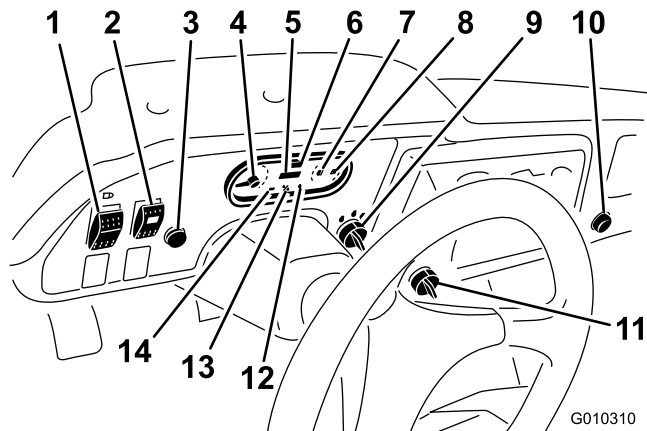
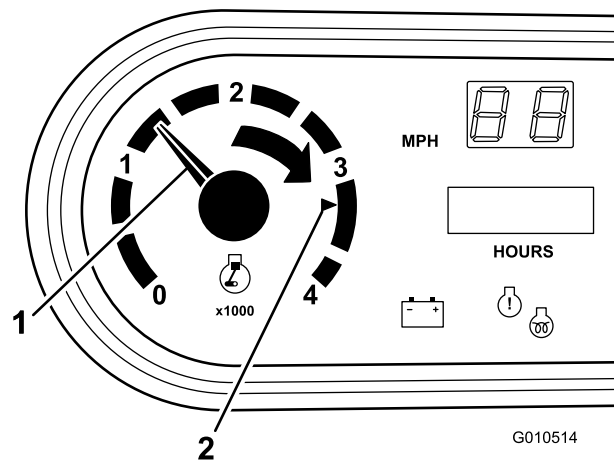

Рисунок 8
Рисунок 9
Используйте выключатель зажигания (Рисунок 8) для запуска и останова двигателя. Он имеет три положения: «ВЫКЛ.» (OFF), «Вкл.» (ON) и «ПУСК» (START). Для включения электродвигателя стартера поверните ключ в положение ЗАПУСК. Когда двигатель заведется, отпустите ключ. Ключ автоматически вернется в положение Вкл. Чтобы заглушить двигатель, поверните ключ против часовой стрелки в положение ВЫКЛ.
Счетчик моточасов показывает полную наработку машины в часах. Счетчик моточасов (Рисунок 8) начинает действовать, как только ключ запуска двигателя поворачивается в положение «Вкл.» или при работе двигателя.
Переведите переключатель ограничителя скорости (Рисунок 8) в положение «МЕДЛЕННО» (SLOW) и извлеките ключ. Этот переключатель ограничивает частоту вращения двигателя значением 2200 об/мин, когда машина находится на третьей передаче высокого диапазона, который ограничивает скорость движения значением 21 км/ч.
Нажмите на выключатель освещения (Рисунок 8) для включения или выключения фар.
Предупреждающий индикатор давления масла (Рисунок 8) загорается, если при работающем двигателе давление масла падает ниже безопасного уровня. Если индикатор мигает или горит постоянно, остановите машину, заглушите двигатель и проверьте уровень масла. Если уровень масла низкий, но долив масла не приводит к отключению лампы при повторном запуске двигателя, немедленно заглушите двигатель и обратитесь за помощью к местному дистрибьютору компании Того.
Индикатор запальной свечи (Рисунок 8) загорается красным светом, когда включаются запальные свечи.
Регистрирует температуру охлаждающей жидкости в двигателе. Работает только тогда, когда выключатель зажигания находится в положении «ВКЛ.» (ON) (Рисунок 8). Если двигатель перегрет, то предупреждающий индикатор горит мигающим красным светом.
Загорается, когда аккумуляторная батарея разряжается. Если этот индикатор горит во время работы двигателя, остановите автомобиль, заглушите двигатель и проверьте возможные причины, например, ремень генератора (Рисунок 8).
Указатель топлива показывает количество топлива в баке. Он работает только тогда, когда выключатель зажигания находится в положении «ВКЛ.» (ON) (Рисунок 8). Красный цвет указывает на низкий уровень топлива, а мигающий красный указывает, что бак почти пуст.
Чтобы привести в действие гидравлическую систему с большим расходом, поверните выключатель (Рисунок 8).
При нажатии на кнопку звукового сигнала активируется звуковой сигнал (Рисунок 8).
Регистрирует частоту вращения двигателя (Рисунок 8 и Рисунок 9). Белый треугольник показывает частоту вращения вала механизма отбора мощности 540 об/мин (Рисунок 9).
Регистрирует скорость движения автомобиля (Рисунок 8). Спидометр проградуирован в милях в час, но легко перенастраивается на километры в час Переделка спидометра \(страница 60\).
Используйте электрическую розетку (Рисунок 8) для питания дополнительных 12-вольтных электрических устройств.